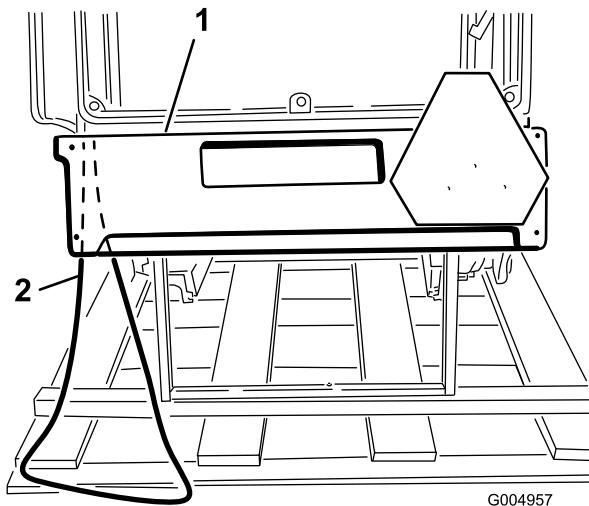

Figura 10
1. Para tener acceso a las mangueras de alimentación de calentador, retire los tornillos que sujetan la parte trasera de los paneles laterales y el panel trasero al conjunto de cabina, y retire el panel trasero (Figura 10). No retire los paneles laterales.
2. En la esquina izquierda trasera del conjunto de cabina, localice la pegatina de la manguera que lleva la palabra "Pressure" (presión) (Figura 10).